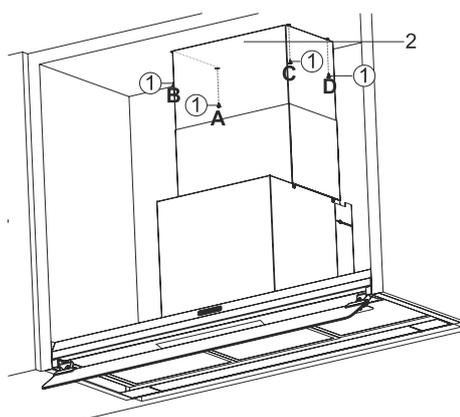

Fig. 16
7. ➔ Puxar a conduta interior para cima para a secção superior do compartimento (Fig. 16).
Usar os 4 parafusos de ligação através dos pontos A, B, C, D ao armário da cozinha (Fig. 16).